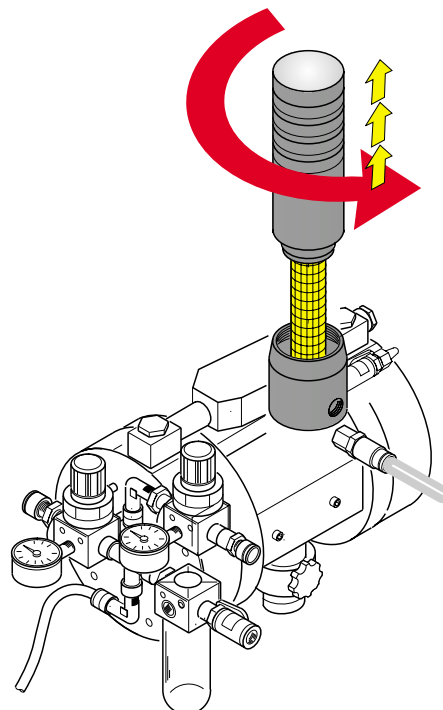

Fig.46
7) Rimuovere il corpo filtro superiore (fig.46) e procedere alla pulizia interna dell'unità filtrante con del solvente.